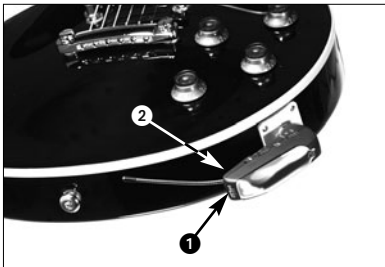

Fig. 5: Stabilisation de l'émetteur
1. Dévissez la fiche Jack (1) de l'émetteur (2).
2. Vissez l'adaptateur (3) sur la fiche fileté (4) de l'émetteur (2).
4.4 Stabilisation de l'émetteur (voir Fig. 5)